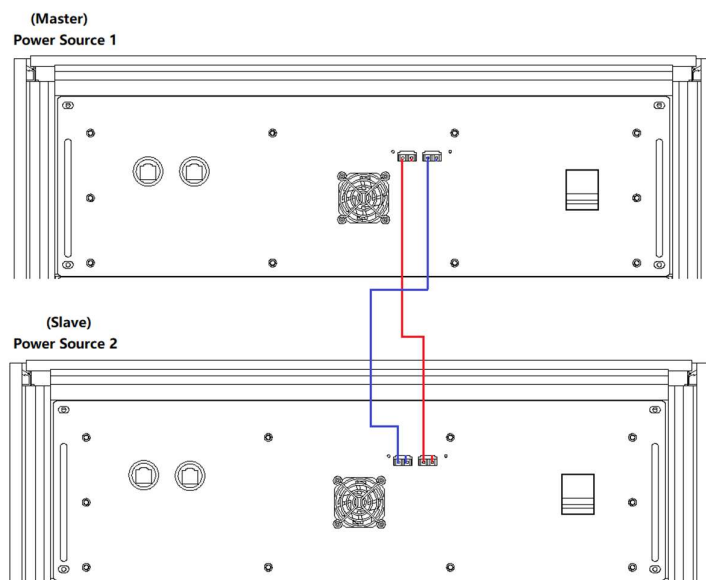

图 1-25 光纤线缆接线图
**步骤二：**如图 1-25 所示，将两台设备的光纤线缆连接。